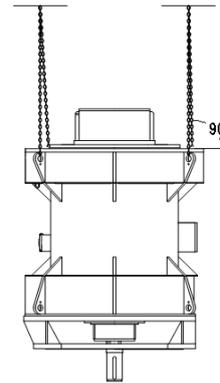

Figura 3.1: Manipulación de generadores verticales
- La manipulación de generadores verticales deberá ser hecha conforme es mostrado en la Figura 3.1;